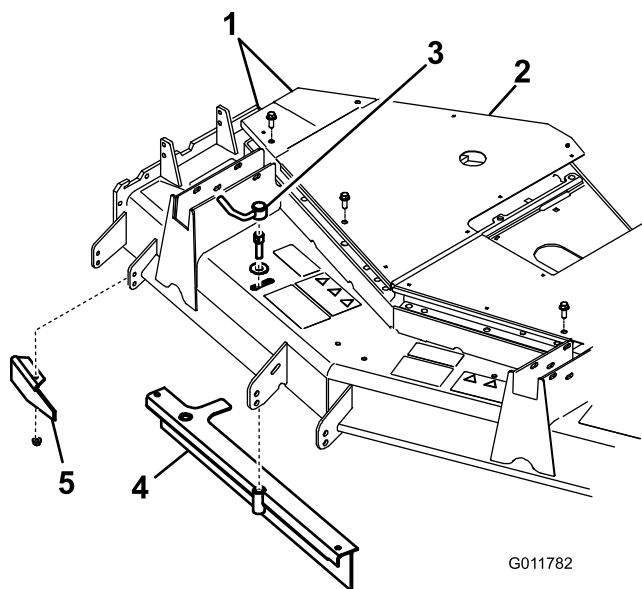

Figura 5
3. Togliete i due coperchi del piatto a destra e il coperchio del piatto centrale dalla parte superiore dell'elemento di taglio (Figura 5).
4. Togliete blocco della camma, rondella, dado e bullone che fissano il deflettore di flusso regolabile all'elemento di taglio (Figura 5). Rimuovete deflettore e componenti.
5. Rimuovete i bulloni e i dadi che fissano il deflettore di scarico all'elemento di taglio (Figura 5). Rimuovete deflettore e componenti.